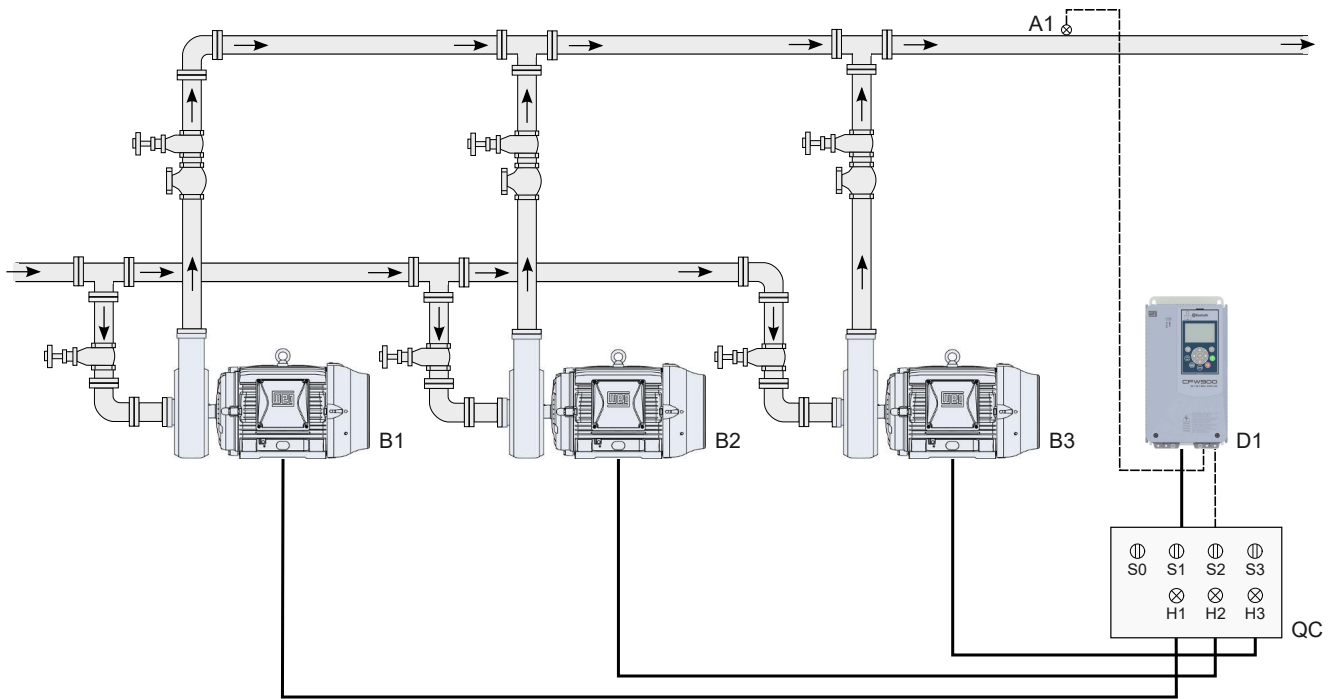

Figura 3.19: Aplicação Pump Genius Multipump com controle cascata e setpoint do controle via HMI
A Figura 3.19 na página 3-24 apresenta um acionamento típico com três bombas em paralelo e setpoint do controle via HMI, sendo basicamente composto por:
As sinalizações H1, H2 e H3 não são necessárias para o funcionamento do Pump Genius Multipump com controle cascata, pois elas são utilizadas para indicar a condição de funcionamento das bombas no quadro de comando (QC). Na Figura 3.19 na página 3-24, as sinalizações H1, H2 e H3 vêm de contatos auxiliares dos contadores K1, K1.1, K2, K2.1, K3 e K3.1 que acionam as bombas 1, 2 e 3 conforme mostrado na Figura 3.22 na página 3-28.